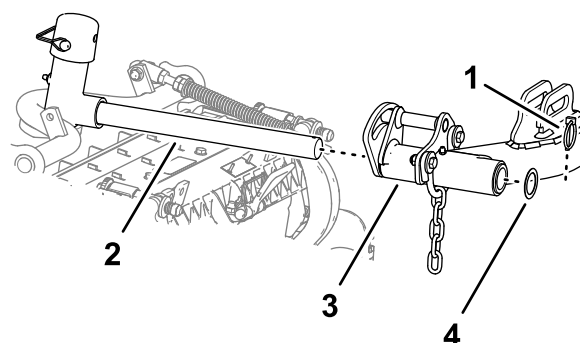

Figura 30
5. Glisai o unitate de tăiere sub braul de ridicare (Figura 30).